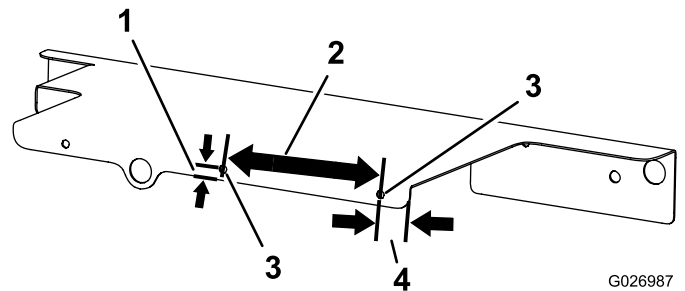

Figura 14
2. Perfore 2 taladros de 8,6 mm en el protector de la cubierta derecha (Figura 14).
Nota: Consulte Figura 14 y mida la posición de los taladros de 8,6 mm